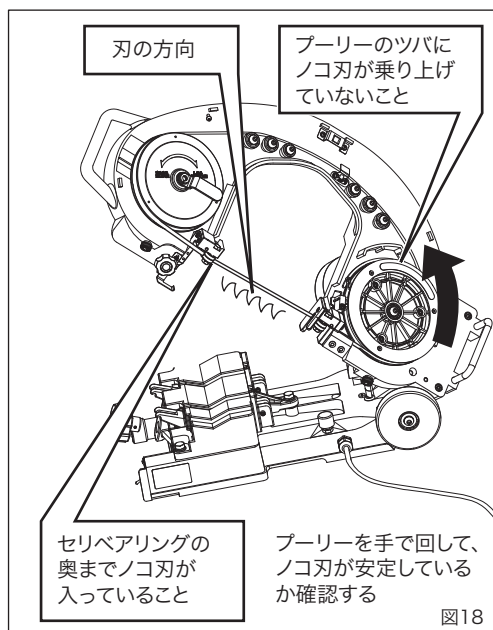

図18
4. ノコ刃の交換(図13～図18)
取付けの確認(図18)